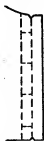

Рис. 75.
**Вытачные петли.** Вытачные петли обрабатывают одной или двумя обтачками. На деталях намечают линии, определяющие длину и ширину петли (рис. 75). Длина петли должна быть равна диаметру пуговицы. Горизонтальной линией намечают место разреза петли.